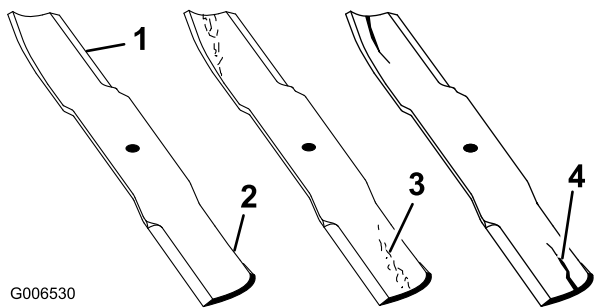

Figure 42
1. Examinez le tranchant des lames (Figure 42). Si elles ne sont pas tranchantes ou si elles présentent des indentations, déposez et affûtez les lames (voir Affûtage des lames).
2. Inspectez les lames, surtout la partie incurvée (Figure 42). Remplacez immédiatement toute lame endommagée, usée ou qui présente une entaille (repère 3 de la Figure 42).